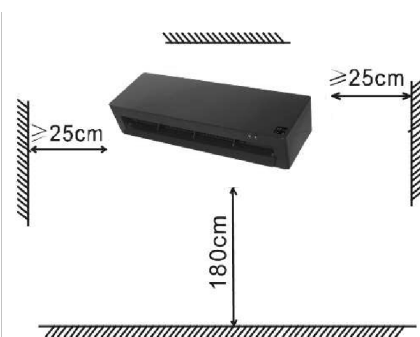

FIGURA 1
1. Proporcionar espaço para a instalação do aparelho (figura 1).